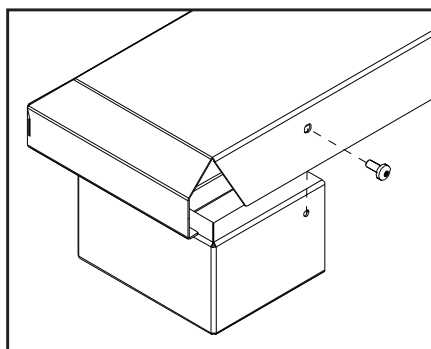

Figure 57 : Installation de l'étagère de base sur la colonne montante.
3. En cas d'installation avec des contremarches, l'étagère de base doit être fixée aux contremarches avec une vis T-20 à chaque extrémité de l'arrière (voir Figure 57).